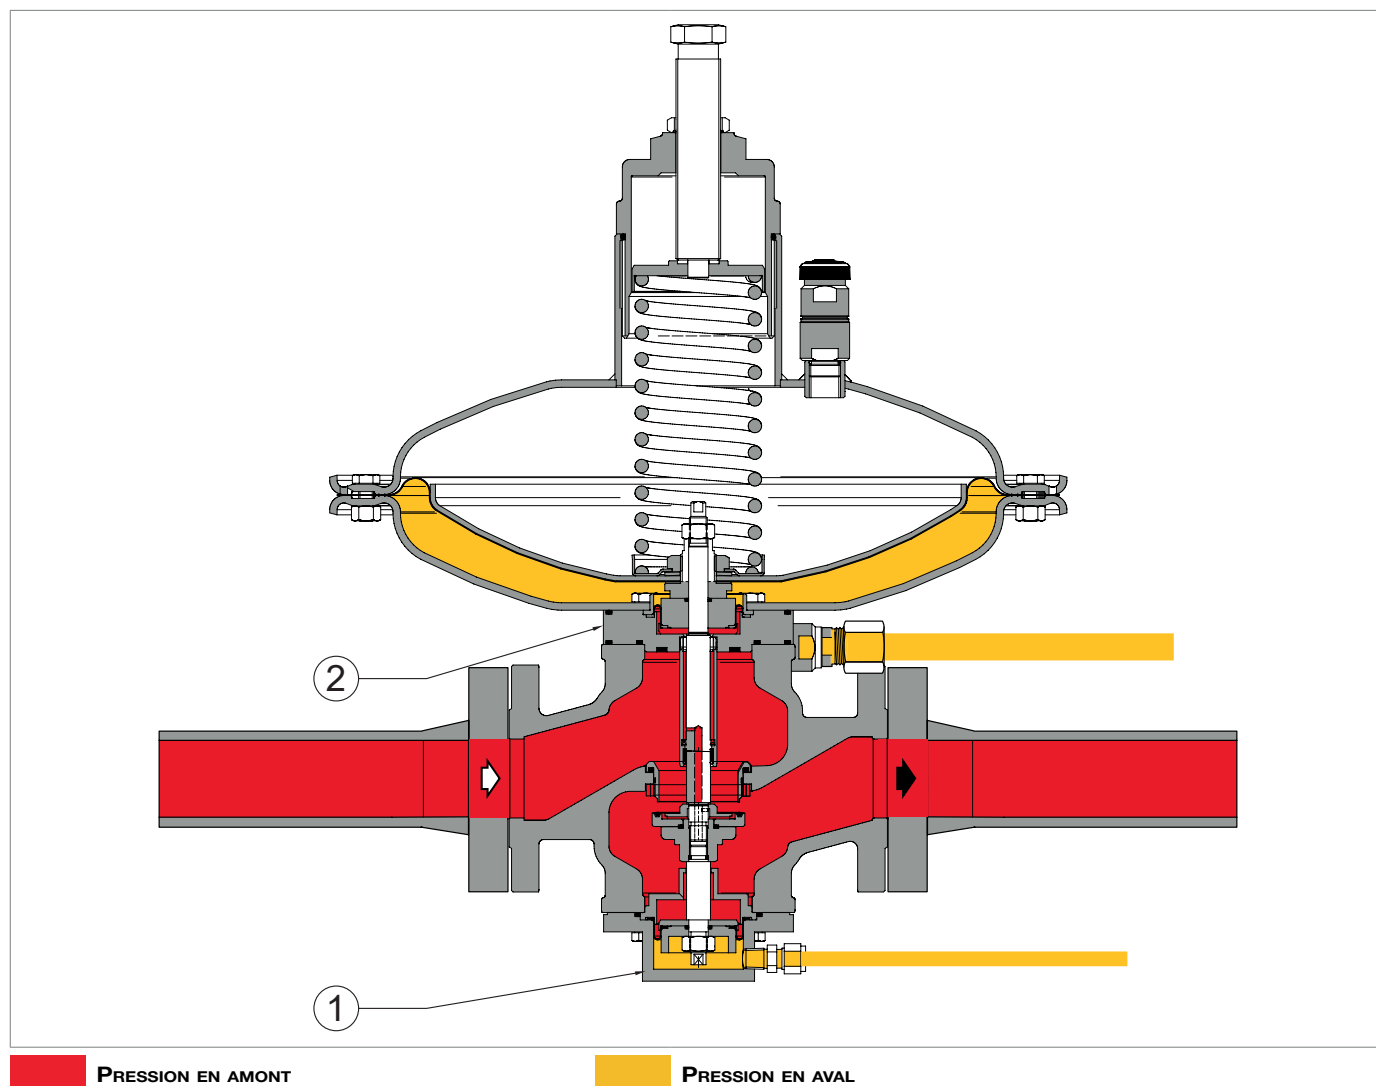

Fig. 4.4. Régulateur avec fonction de monitor avec dispositif ER
Le régulateur avec fonction de moniteur est un régulateur qui, en plus de la version normale, possède un dispositif d'équilibrage (dispositif ER (1), voir fig. 4.4) de l'équipage mobile. Le dispositif ER (1) est installé sur la bride inférieure du régulateur de moniteur (2).